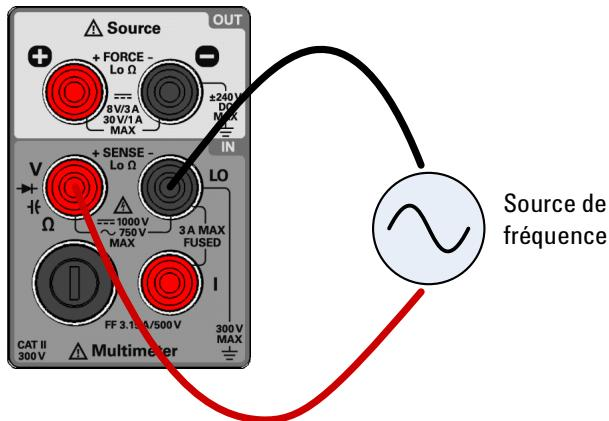

Figure 2-5 Branchements pour mesurer une fréquence, une largeur d'impulsion et un rapport cyclique via la voie de tension
- Raccordez les cordons de test rouge et noir aux bornes d'entrée **V** (rouge) et **L0** (noire), comme indiqué dans la Figure 2-5.
- 3 Raccordez les cordons de test rouge et noir aux bornes d'entrée **V** (rouge) et **L0** (noire), comme indiqué dans la Figure 2-5.